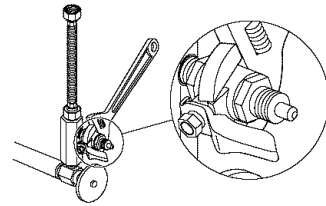

Fig. 3a
1. Enlevez le robinet d'approvisionnement d'eau (F) de l'adaptateur (C) à l'aide d'une clé anglaise appliquée sur le corps de robinet. Consultez la Figure 3a pour des détails. **N'UTILISEZ JAMAIS LA CLÉ ANGLAISE SUR L'ÉCROU HEXAGONAL DU ROBINET, CAR VOUS RISQUEZ D'OCCASIONNER DES FUITES.**
5. Serrez à la main le robinet d'approvisionnement d'eau (F) dans l'adaptateur (C), puis terminez de serrer avec une clé anglaise (consultez la Figure 3a). **N'UTILISEZ JAMAIS LA CLÉ ANGLAISE SUR L'ÉCROU HEXAGONAL DU ROBINET, CAR VOUS RISQUEZ D'OCCASIONNER DES FUITES.**